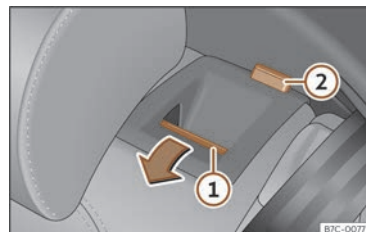

Abb. 68 Rücksitz: Rücksitzlehne vorklappen.
- Entriegelungstaste >>> (Abb. 68) ① nach vorn drücken und gleichzeitig die Rückenlehne umklappen. Die Rücksitzlehne ist entriegelt, wenn die rote Markierung des Tasters ② sichtbar ist.